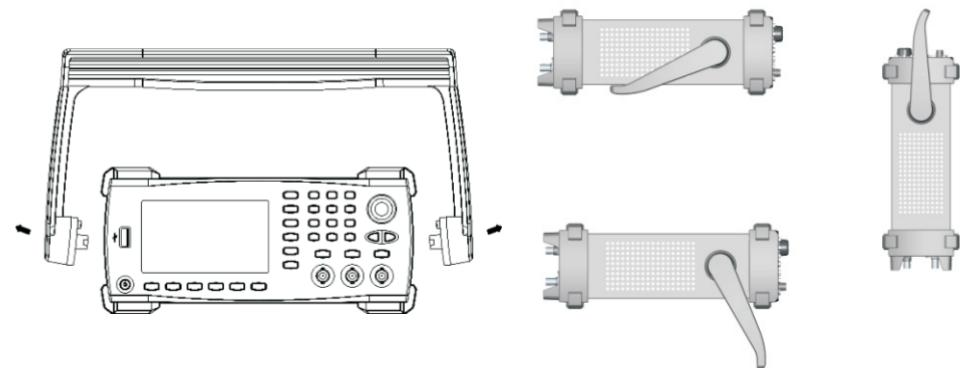

图3
C. 功能界面(图3)**详细说明:**
UTG1000A系列DDS函数发生器手柄的位置可以自由调整，要调整提手位置，请握住两侧的提手并向外拉，然后将提手旋转到所需位置即可。如下图3所示：